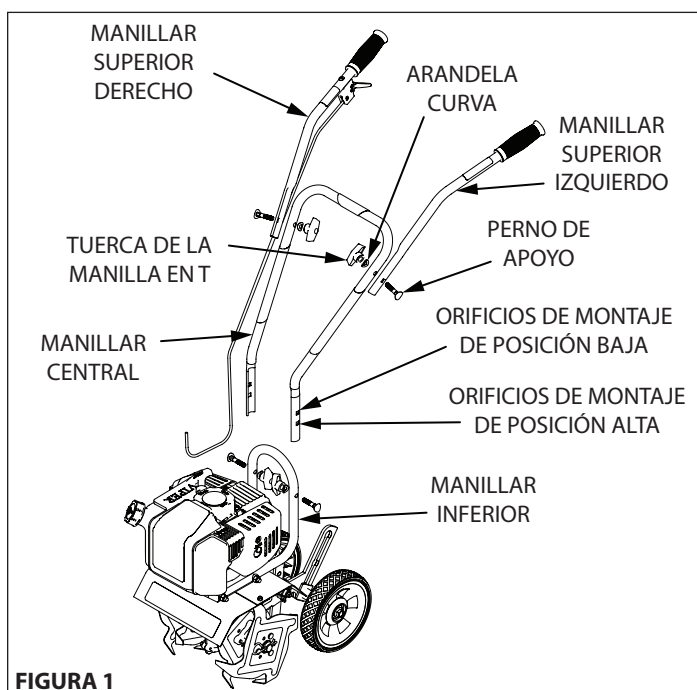

FIGURA 1
2. Con las dos tuercas de la manilla en T, los dos pernos de apoyo y las dos arandelas curvas, una el manillar central con el manillar inferior que ya está conectado al conjunto del cultivador. El manillar central se puede instalar en una de dos posiciones, alta o baja. **NO** apriete en exceso las tuercas de la manilla en T. **CONSULTE LA FIGURA 1**
3. Una el manillar superior derecho e izquierdo con el manillar central con las dos tuercas restantes de la manilla en T, los pernos de apoyo y las arandelas curvas. **CONSULTE LA FIGURA 1. NO apriete en exceso las tuercas de la manilla en T.**